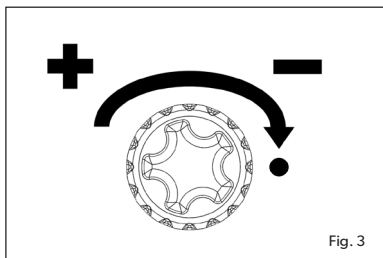

Fig. 3
- Tourner le bouton de contrôle sur le Dual Power Pak dans le sens anti-horaire afin d'augmenter le débit de gaz (Figure 3).